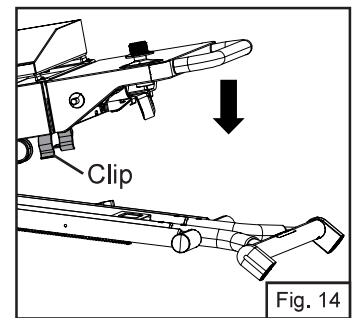

Fig. 14
2. Presione el aparato firmemente hacia abajo hasta que las patas queden bloqueadas en el clip (Fig. 14).